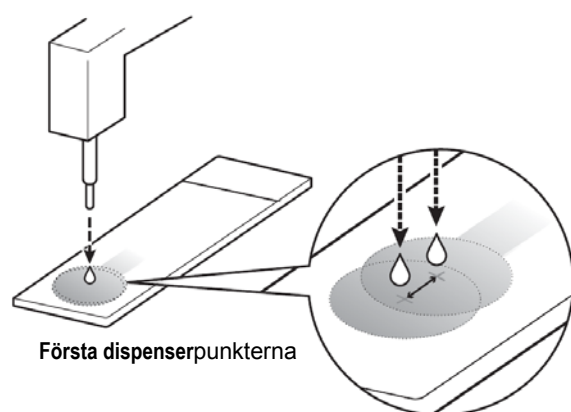

Bild 3-AA
5. Tryck på **ENTER** knappen för att spara vald inställning (bild 3-CC). Återgå till menyskärmen utan att spara ändringarna genom att trycka på **EXIT** knappen.